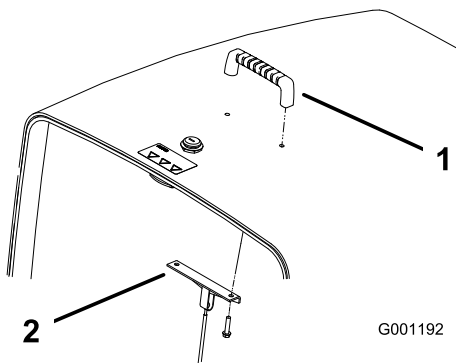

Figura 5
2. Monte el asa y el soporte del cable al capó con 2 tornillos (Figura 5).